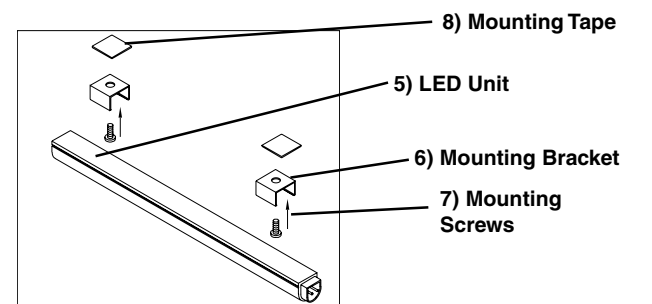
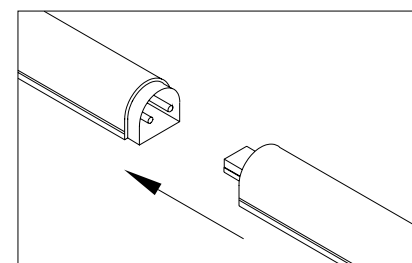

Fig. 2
Fig. 3
4. Determine location of LED unit (5) (must be within 24" of Transformer (1)). (Unit can also be installed with double sided Mounting Tape (8) provided).
5. To install Mounting Brackets (6)- Drill two pilot holes- (1/16" dia). Install Mounting Brackets (6) with supplied Mounting screws (7)- two brackets per unit.- See Fig. 2
6. Install LED unit (5) by inserting into Mounting Brackets (6) and snap into place.
8. If installing multiple units- Install next unit(s) in series. Units can be connected End-to-End or use Optional Linking Cords. See Fig 3.
4. Determine la ubicación de la unidad LED (5) (debe estar a menos de 24" del Transformador (1)). (La unidad también puede ser instalada con doble Cinta Adhesiva de Montaje (8) proporcionada).
5. Para instalar los Soportes de Montaje (6)- Taladre dos agujeros pilotos- (1/16" de diámetro). Instale los Soportes de Montaje (6) con los Tornillos de Montaje (7) proveidos- dos soportes por unidad.- Vea Fig. 2.
6. Instale la unidad LED (5) insertándola dentro del Soporte de Montaje (6) y cierre de golpe en su lugar.
8. Si esta instalando múltiples unidades- Instale la(s) próxima(s) unidad(es) en la serie. Las unidades se pueden conectar de extremo a extremo o se puede utilizar Cordones de Conexión Opcional. Vea Fig. 3.